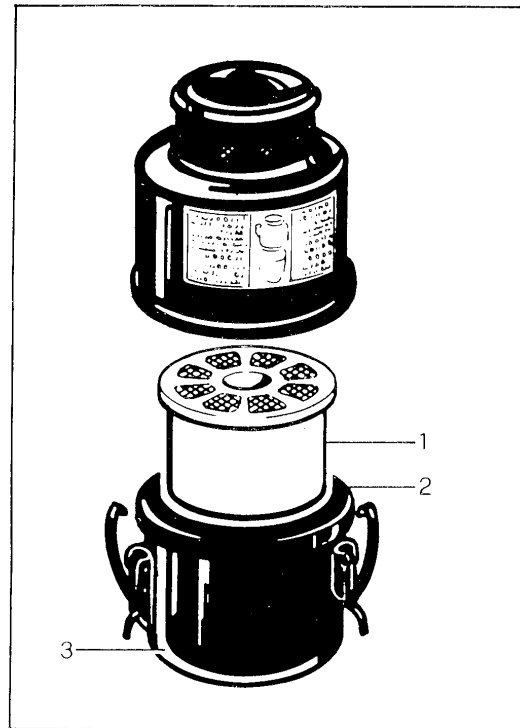

Bild 15 - Fig. 15
LUFTFILTER: den Ölstand und die Staubablagelagerung kontrollieren. Die Ölstandkontrolle im Luftfilter muss nach mindestens 10 Minuten stillgelegtem Motor durchgeführt werden. Der Ölstand ist durch eine Raste auf der Wanne angegeben. Der Ölwechsel muss vorgenommen werden, wenn die Ablagerung auf dem Boden die Höhe von 5-8 mm erreicht hat, oder wenn das Öl zu dickflüssig geworden ist (siehe Bild 15).
AIR FILTER: check oil level and amount of dust. The check of oil level in the air cleaner should be made at least 10 minutes after the engine has been stopped. Proper oil level is shown by a notch on the pan. Changing is needed when dust build-up on the bottom is 5 to 8 mm high or oil is too thick (see fig. 15).
FILTRE A AIR: vérifier le niveau de l'huile et le dépôt de la poussière. La vérification de l'huile dans le filtre à air doit se faire avec moteur arrêté depuis environ 10 minutes. Le niveau de l'huile est indiqué par une encoche de la cuvette. Effectuer la vidange si le dépôt sur le fond est arrivé à 5-8 mm ou si la densité est excessive (voir fig. 15).
Luftfilter: den Filtereinsatz (1) mit Petroleum oder Lösemittel waschen und erneuern, falls das Metallgewebe verstopft oder beschädigt ist. Die Wanne (2) mit Petroleum waschen und mit reinem Öl (gleiches wie beim Motor) bis zur Ölmarke (3) füllen (siehe Bild 15).
Air Filter: flush the filter element (1) in gasoline or solvent. If the filtering screen is clogged or damaged, replace it. Flush pan (2) with gasoline and fill with fresh oil (same oil as for engine) up to notch (3) (see fig. 15).
Filtre à air: laver au pétrole ou au solvant la cartouche (1). En cas de colmatage ou d'usage des mailles, remplacer le filtre. Laver la cuvette (2) au pétrole et la remplir d'huile fraîche (même huile du moteur) jusqu'à l'encoche (3) (voir fig. 15).